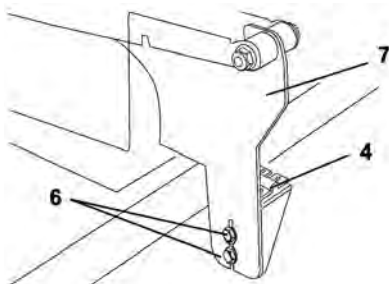

fig. 13 – verificando el apriete de los tornillos
6. Asegúrese de que la protección esté alineada y después verifique que los tornillos hexagonales (6) que sujetan la protección de la hoja (7) y la traba de protección (4) estén apretados, fig. 13.